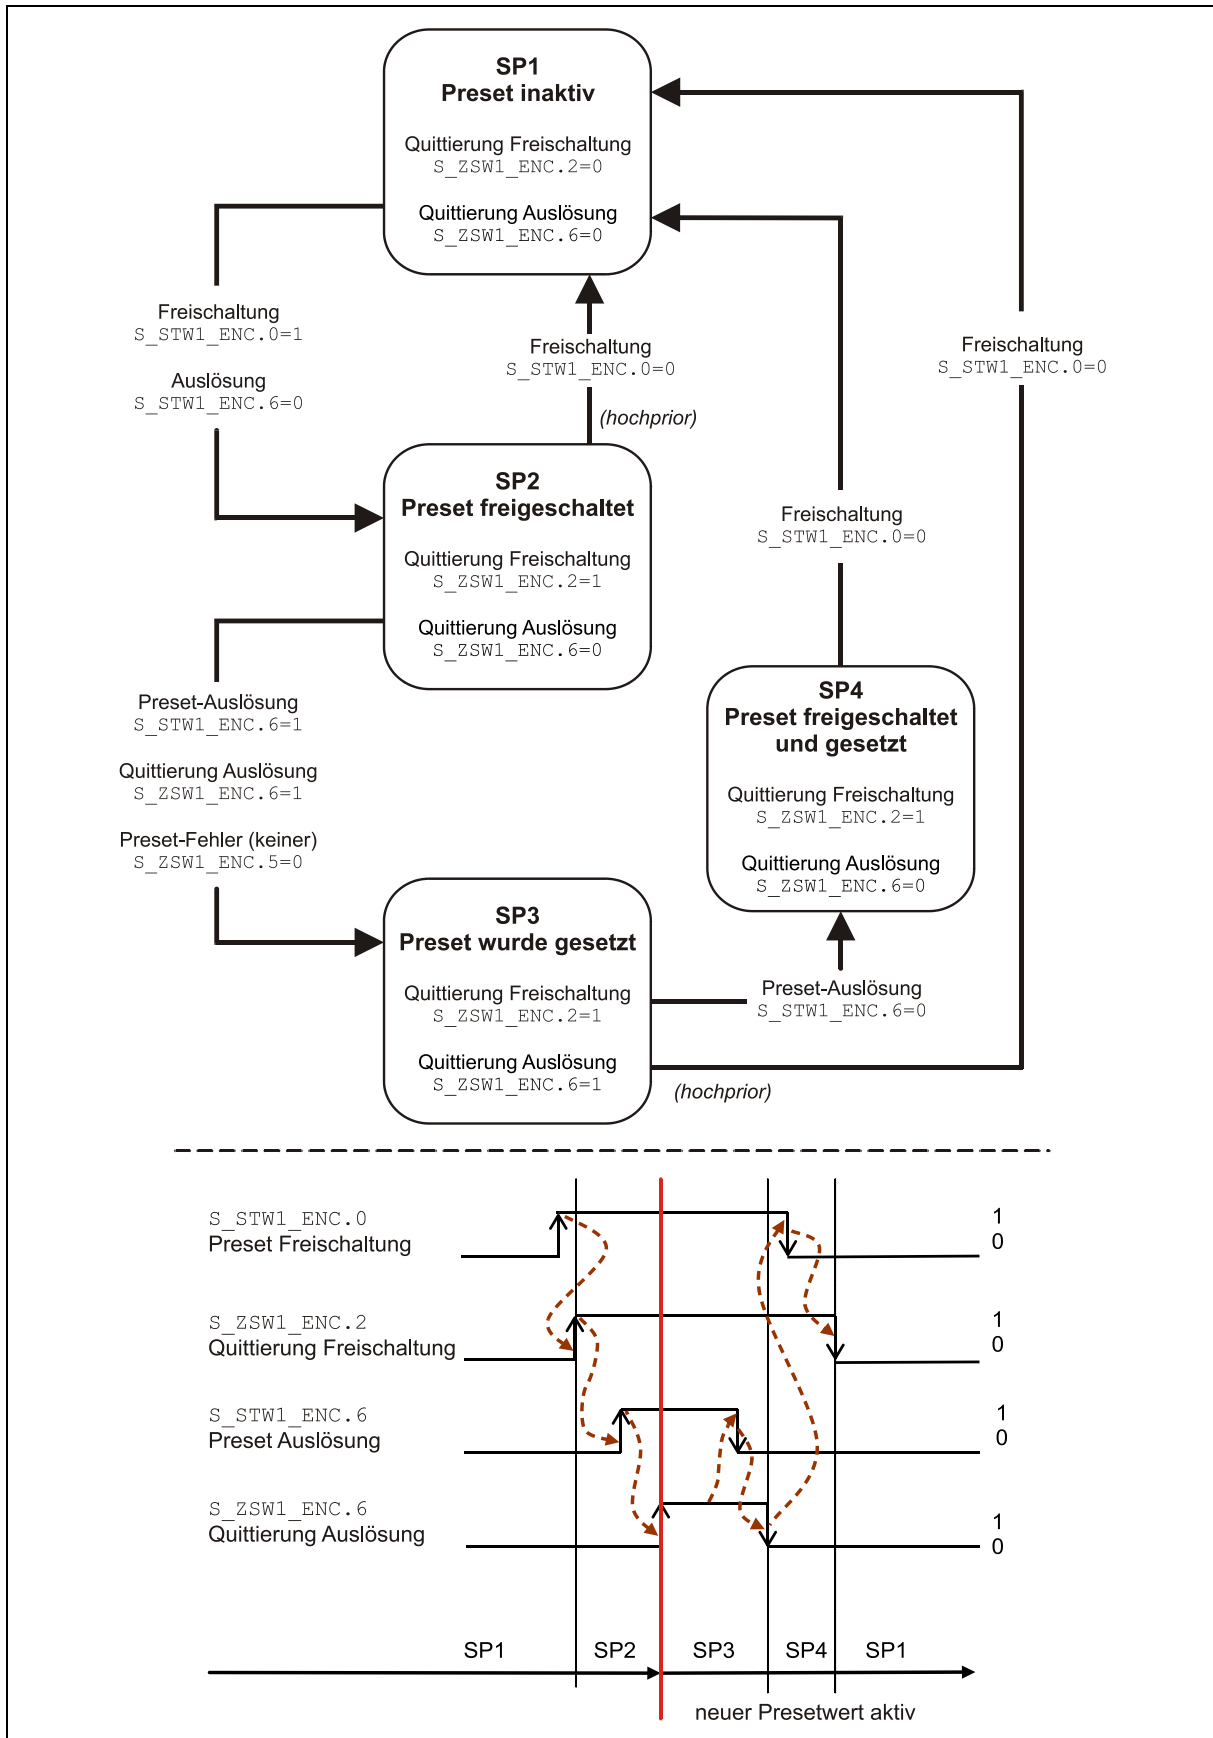

Abbildung 11: Preset Zustandsmaschine / Steuerzyklus
- Sicherstellen, dass der Parameter `Preset` beeinflusst `S_XIST32` auf freigegeben eingestellt ist und die Quittierungsbits `22 Freischaltung Preset-Funktion` und `26 Preset-Auslösung` im Statuswort `S_ZSW1_ENC` gelöscht sind (**SP1**, Abbildung 11).
- Im Steuerwort `S_STW1_ENC` Bit `20 Freischaltung Preset-Funktion` auf 1 setzen. Die Freischaltung wird im Statuswort `S_ZSW1_ENC` mit Setzen des Bits `22 quittiert` (**SP2**, Abbildung 11).
- Mit einer steigenden Flanke des Bits `26 Preset-Auslösung` im Steuerwort `S_STW1_ENC` wird der Preset-Wert angenommen. Daraufhin überprüft das Mess-System, ob alle Voraussetzung zur Ausführung der Preset-Justage-Funktion erfüllt sind. Ist dies der Fall, wird der Vorgabewert als neuer Positionswert geschrieben und im Statuswort `S_ZSW1_ENC` mit Setzen des Bits `26 Quittierung, Preset-Auslösung` quittiert (**SP3**, Abbildung 11). Im Fehlerfall wird die Ausführung verweigert und über das Statuswort `S_ZSW1_ENC` mit Setzen des Bits `25 Preset-Fehler` eine Fehlermeldung ausgegeben.
- Nach Bearbeitung der Preset-Justage-Funktion muss im Steuerwort `S_STW1_ENC` das Bit `26 Preset-Auslösung` wieder auf 0 zurückgesetzt werden. Daraufhin wird im Statuswort `S_ZSW1_ENC` auch automatisch das Bit `26 Quittierung, Preset-Auslösung` wieder auf 0 zurückgesetzt und kennzeichnet damit, dass die Preset-Ausführung abgeschlossen ist (**SP4**, Abbildung 11).
- Damit ein neuer Preset-Steuerzyklus ausgeführt werden kann, muss im Steuerwort `S_STW1_ENC` das Bit `20 Freischaltung Preset-Funktion` wieder auf 0 zurückgesetzt werden. Daraufhin wird im Statuswort `S_ZSW1_ENC` auch automatisch das Bit `22 Quittierung, Freischaltung Preset-Funktion` wieder auf 0 zurückgesetzt (**SP1**, Abbildung 11).